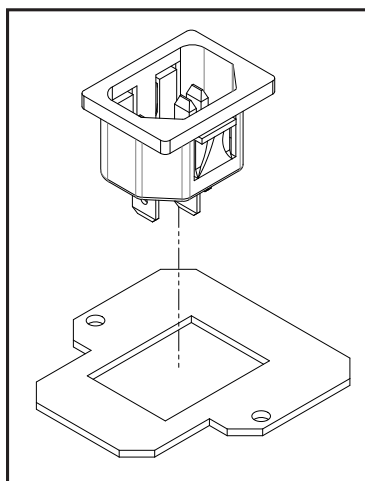

Figure 83: Plaque d'adaptation électrique
3. Enfoncez la prise IEC dans la plaque adaptatrice (incluse dans le sac du manuel). Faire référence à Figure 83 pour une bonne géométrie et orientation. **Assurez-vous que les tenons sont complètement en place pour que la fiche ne s'engage pas complètement.**
4. Recâblez la prise électrique IEC et positionnez-la sur le trou indiqué dans Figure 83.